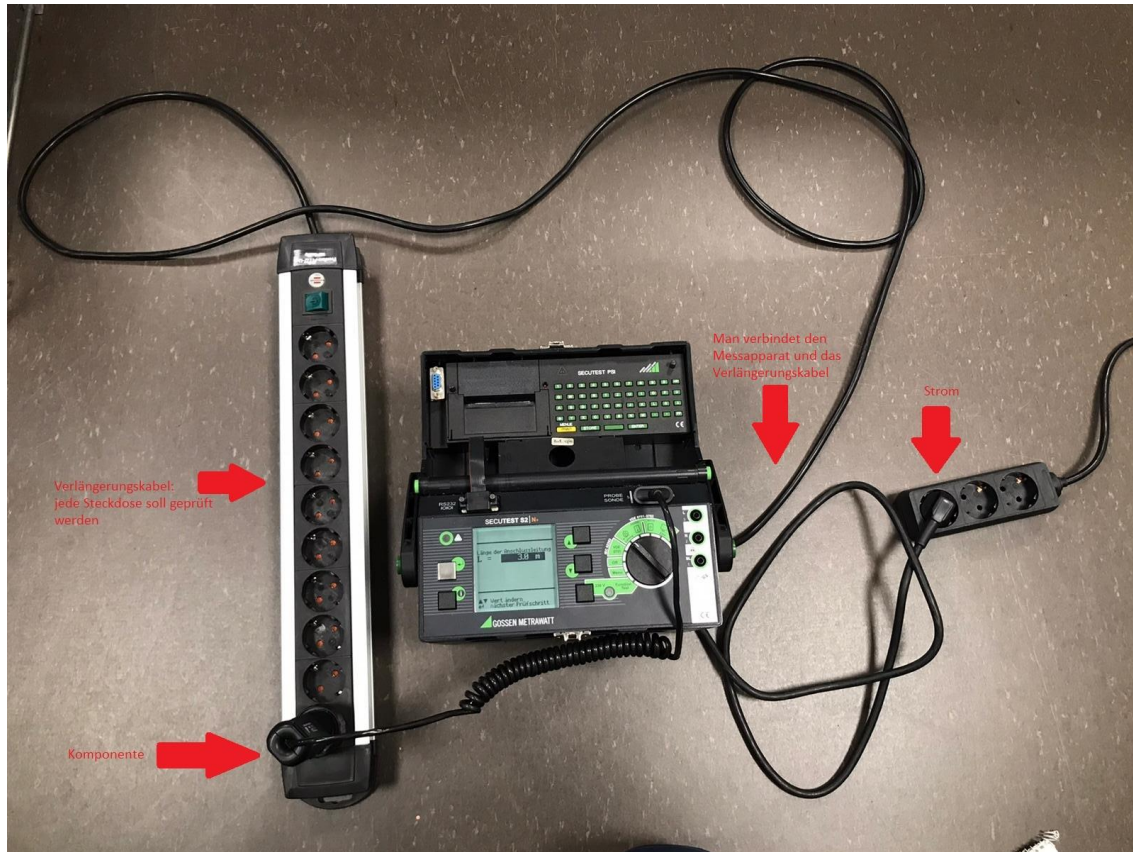

Bild 5.: Messapparat und Komponente. Mode Leistung
1. Man baut die Komponenten auf, wie die Bild 5 zeigt: